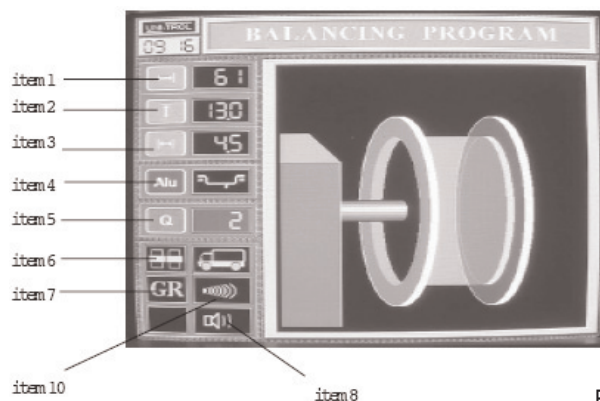
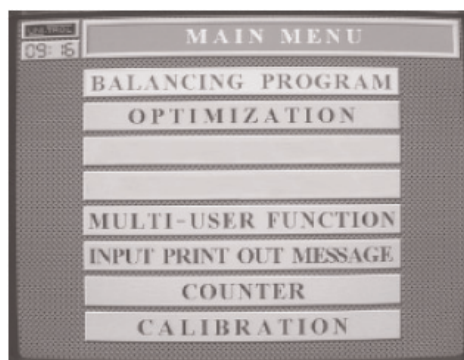
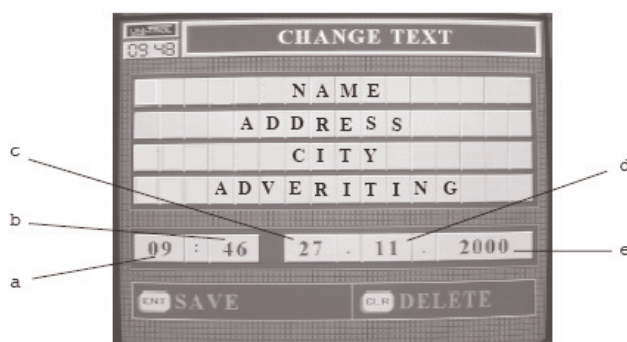

Fig. 13
Fig. 14
Fig. 15
Slå på balanseringsmaskinen på huvudströmbrytaren samt slå på monitorn (pos. 21 fig. 1). På skärmen syns en bild som följs av en reklambild. Efter att ha tryckt på valfri knapp på tangentbordet (fig. 1) kommer datorn att ställa sig i läge BALANSERINGSPROGRAM och på monitorn kommer bilden som visas i fig 13 att visas.
Efter att ha tryckt på ESC knappen ställer sig datorn i läge HUVUDMENY och på monitorn syns bilden som visas i fig 14. Markören flyttas till det program du vill arbeta med (när du når det valda programmet ändras bakgrunden i rutan till gul) och då trycker man på ENT-knappen.
På monitorn visas HUVUDMENY som visas i fig. 14.
Flytta markören genom PIL NER och PIL UPP -knapparna, tills du kommer till läge BALANSERINGSPROGRAM (fig. 14) tryck sedan på ENT knappen. Datorn kommer att börja programmet BALANSERINGSPROGRAM och monitorn kommer att visa bilden som ses i fig. 13.
Starta VÄLJ METOD genom att trycka på ESC knappen. Flytta markören genom PIL NER och PIL UPP knapparna tills läge REKLAMTEXT (fig. 14) nås och tryck på ENT knappen. Datorn startar ÄNDRA TEXT och på monitorn ses bilden som visas i fig. 15.
Flytta markören till position **a** (fig. 15) genom PIL NER knappen. Med PLUS och MINUS -knapparna ställs timme in. Flytta markören till position **b** med PIL HÖGER- knappen. Med PLUS och MINUS -knapparna ställs minuterna.
Flytta pekaren med hjälp av piltangenterna, till pos. 6 (fig. 13) och tryck på ENT.
Flytta markören med hjälpknapparna 17 – 20 till position 7 (fig. 13). Genom att trycka på ENT ändras måttenheten till [GR] (gram) eller [OZ] (ounces).
Flytta markören genom PIL NER och PIL UPP-Knapparna till läge BALANSERINGSPROGRAM (fig. 14) och tryck på ENT. Datorn kommer att starta BALANSERINGSPROGRAM och på monitorn visas bilden som ses på fig. 13. Efter att ha startat upp programmet flyttas markören till position 5 (Q – avrundning).
Flytta markören med PIL NER och PIL UPP-knappen till positionen där lagrade data finns. Tryck på ENT och resultatet av mätningen kommer att sparas som en korrekt mätning. Monitorn kommer att visa BALANSERINGSPROGRAM som ses på bilden i fig.13.
Flytta till position 1 (fig. 13) genom att trycka på PIL HÖGER eller använd hjälpknapparna 17, 18, 19, 20 (fig. 1).
Flytta markören till position 2 (fig. 13) genom PIL UPP/NER knappen eller genom hjälpknapparna 17, 18, 19, 20 (fig. 1). Markörens position 2 bekräftas när bakgrunden ändras till röd.
Flytta markören till position 3 (fig. 13) genom att trycka på VÄNSTER/HÖGER knappen eller genom hjälpknapparna 17 - 20 (fig. 1). Markörens position 3 bekräftas genom att [BREDD] visas samt att bakgrunden ändras till röd.
- **AUTOMATISK START** – genom PLUS eller MINUS- knapparna gå till position 10 (fig. 13 fönstret visas med ett pictogram). Balansmaskinen är nu programmerad för automatisk start. När detta program används sparas alla parametrar till det uppspända hjulet i maskinens minne när hjulskyddet stängts. När hjulskyddet stängts startas maskinen automatiskt, mäter obalans, stannar hjulet och mätresultatet visas.
- **MANUELL START** – gå till position 10 (fig. 13 fönstret visas EJ med pictogram) med PLUS eller MINUS - knapparna. Balansmaskinen är nu inställd på manuell start. När detta program används måste alla värden från det balanserade hjulet sparas manuellt.
Flytta markören till position 4 (fig. 13) genom att trycka på ALU- knappen eller genom hjälpknapparna 17 - 20 (fig. 1). Markörens position 3 bekräftas genom att pictogrammets bakgrund blir röd.